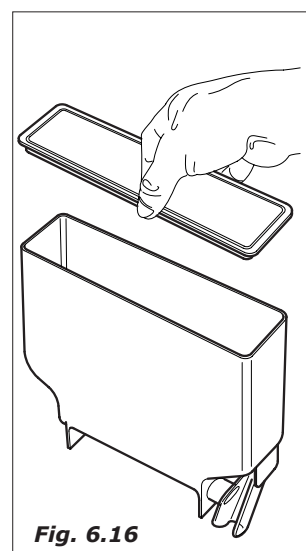

Fig. 6.16
- Rimuovere dagli stessi i coperchi e gli scivoli prodotti (Fig.6.16). Immergere tutto nella soluzione precedentemente preparata.